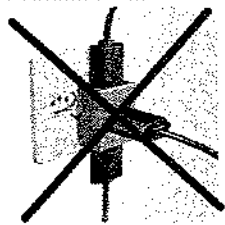

Fig. 13
- 2 | Não utilize extensões ou benjamins para instalação do seu fogão (Fig.13).